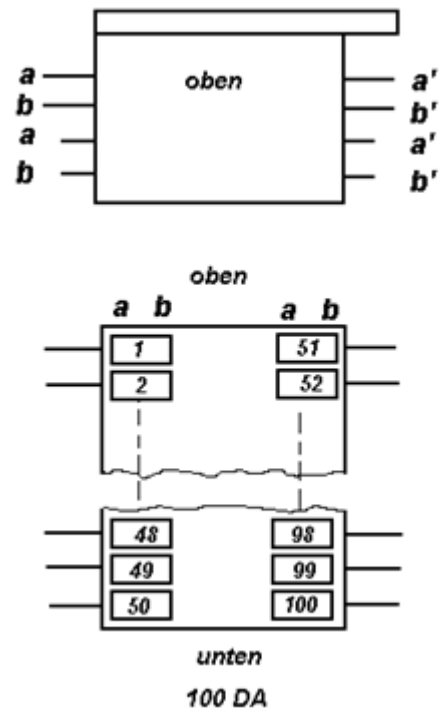
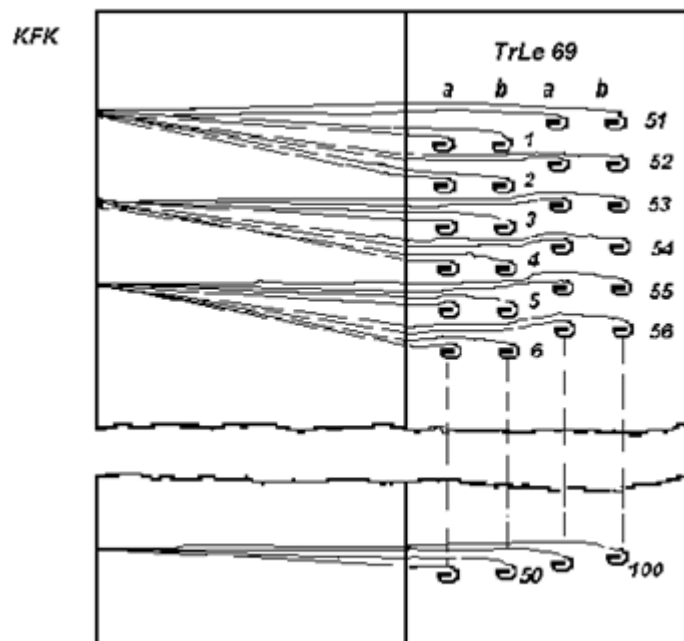

Abbildung 38: TrLe 69; Zählweise und Beschriften
Abbildung 39: Belegung der Trle 69 mit Kabeladern
- 3) TrLe 69 sind Beschaltung und Belegung *Abbildung 38* und *Abbildung 39* zu entnehmen.